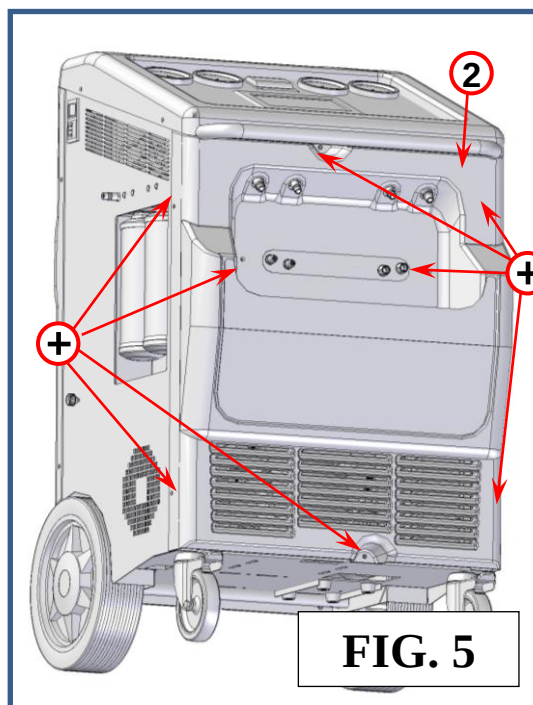

FIG. 5
2. Carter de plástico frontal, consulte a Fig.5